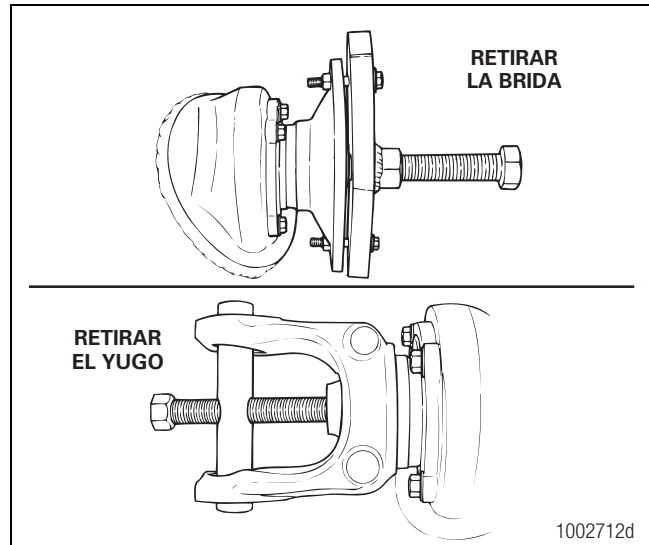

Figura 3.7
4. Retire la tuerca, la arandela y el yugo o brida de la flecha de salida. Use un extractor para retirar el yugo o brida del eje. Figura 3.7.